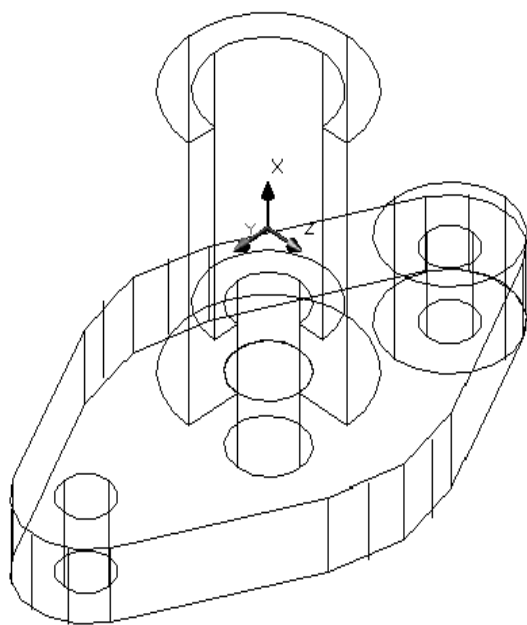

图 7-82
(17)打开“极轴”捕捉方式，直接在命令行中键入“UCS”，在原来的用户坐标系的基础上沿“X”正向移动“23”个单位。再绕着“X”轴旋转“90°”。如图 7-82 所示：